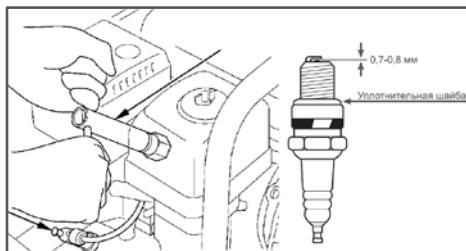

Рис. 25 Обслуживание свечи зажигания
1. Отсоедините колпак свечи зажигания и удалите грязь вокруг свечи зажигания (Рис. 25).
4. Измерьте зазор между электродами свечи зажигания специальным шупом. Зазор должен быть $0,7-0,8$ мм (Рис.25).